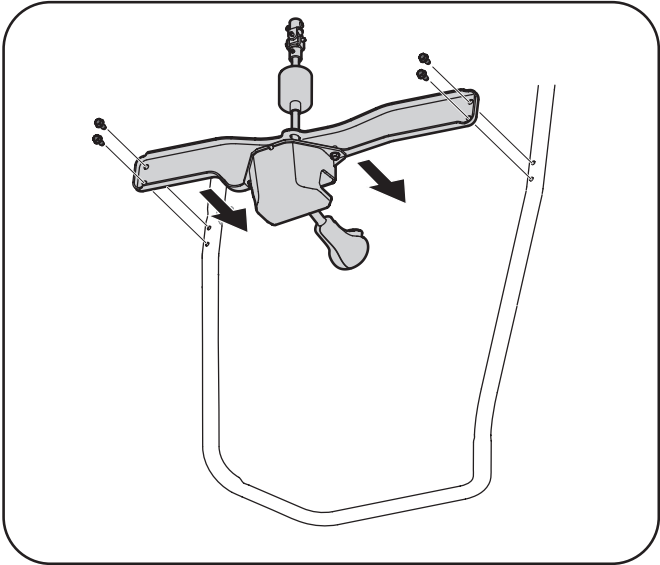

Figure 3-7
- Utilisez les quatre vis à rondelle hex. et installez la commande de rotation de la goulotte. Voir la Fig. 3-7.